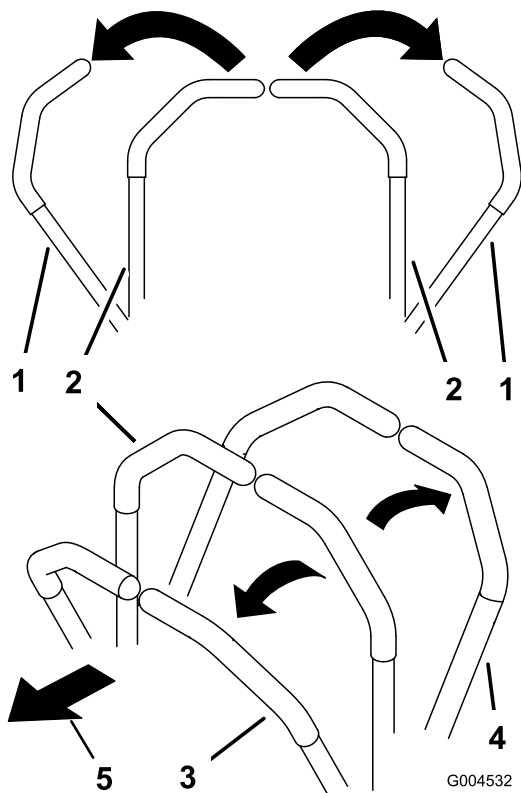

Figura 18
2. Para andar para a frente empurre as alavancas de controlo do movimento para a frente (Figura 18).
Para andar a direito, aplique pressão igual em ambas as alavancas de controlo do movimento (Figura 18).
Para rodar, liberte a pressão da alavanca de controlo de movimento virada para a direcção para a qual quer virar (Figura 18).